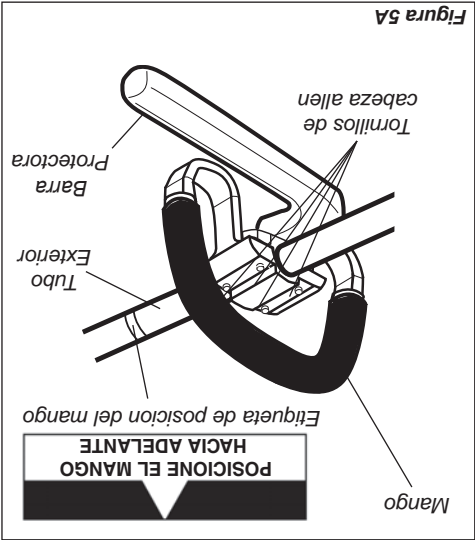

Figura 5A
2. Aloje los cuatro tornillos de cabeza hueca y rote el mango 90 grados. Consulte la figura 5A.